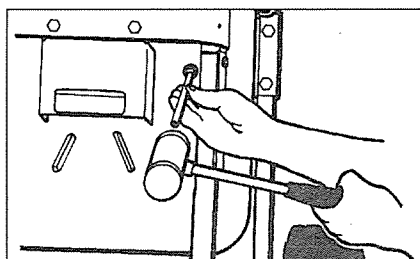

Figure 22. Enlever l'axe de cylindre qui maintient la lame ou pièce d'écartement usée.
6. Faire tourner le cylindre de façon à ce que son axe (qui maintient la lame usée) soit aligné avec l'orifice tubulaire qui se trouve près du protège-courroie, et soit visible par cet orifice. (Noter la disposition des lames de déchiqueteur et de leurs pièces d'écartement et la mémoriser avant de déposer l'une quelconque de ces pièces.) Se reporter à la Figure 22. Enclencher le levier d'embrayage. En se tenant du côté moteur de la machine (Figure 22), enlever l'axe du cylindre (qui maintient les lames et pièces d'écartement) à l'aide de la massette et du chasse-goupille. Les lames et pièces d'écartement tombent par terre. Jeter les lames et pièces d'écartement endommagées. Retourner les lames dont un coin est usé—bout à bout ou d'une face sur l'autre—de façon à ce qu'un tranchant affûté soit en position de remontage.